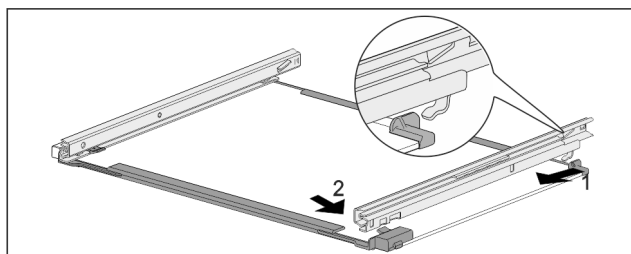

Fig. 203 Skleněná deska s kolejničkami
- ▶ Zahákněte kolejničku vzadu. Fig. 203 (1)
- ▶ Zaklapněte kolejničku vpředu. Fig. 203 (2)